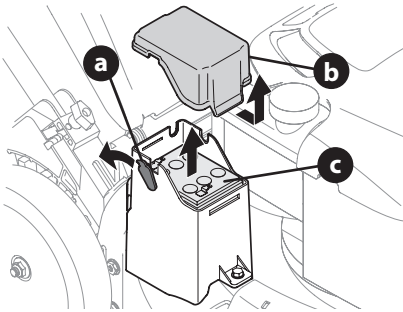

Figure 42
1. Pour retirer la batterie (Figure 42) :